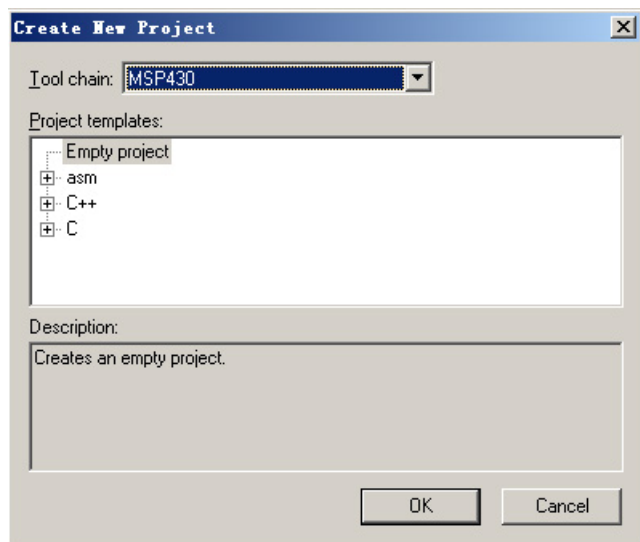

图 3-4 创建新工程
(2) 从 Project 菜单中选择 Creat New Project 选项。出现的对话框如图 3-4 所示。